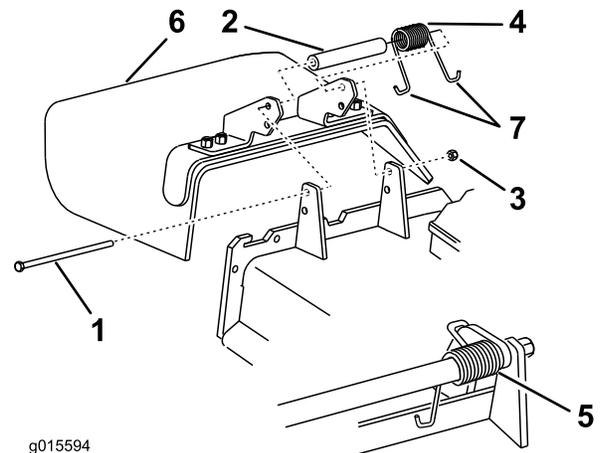

Figura 84
Nota: Asegúrese de colocar un extremo en **J** del muelle detrás del reborde de la carcasa antes de instalar el perno, según se muestra en Figura 84.
6. Coloque un extremo en **J** del muelle alrededor del deflector de hierba (Figura 84).